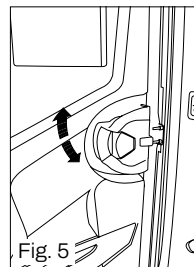

Fig. 5
- Baje la palanca **A** para desbloquear la cerradura (Fig. 5)
- Levante la palanca **A** para desbloquear la cerradura. (Fig. 5)